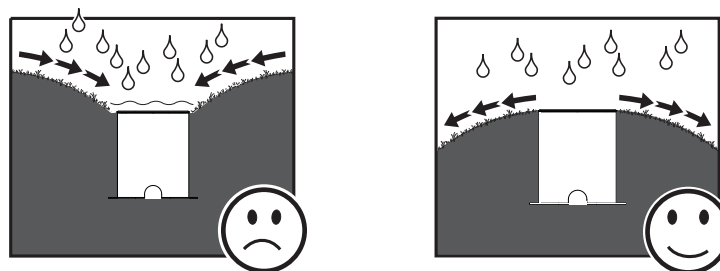

Bild 4: Vermeiden Sie Überflutung
- Siehe Bild 4. Vermindern Sie das Risiko einer Überflutung oder Ansammlung von Wasser im Bodentank, indem Sie den Bodentank nicht in Senken, sondern nur an Stellen, an denen das Wasser vom Bodentank weg läuft, installieren.